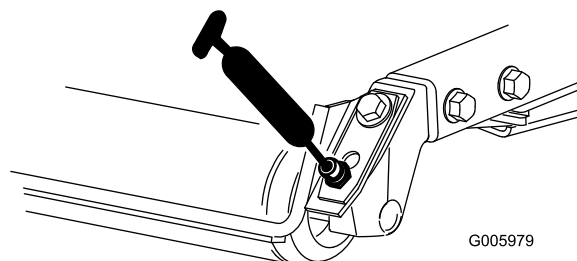

図 26
- ・ 後ローラのベアリング (各カuttingユニットに2ヶ所) (図 26)